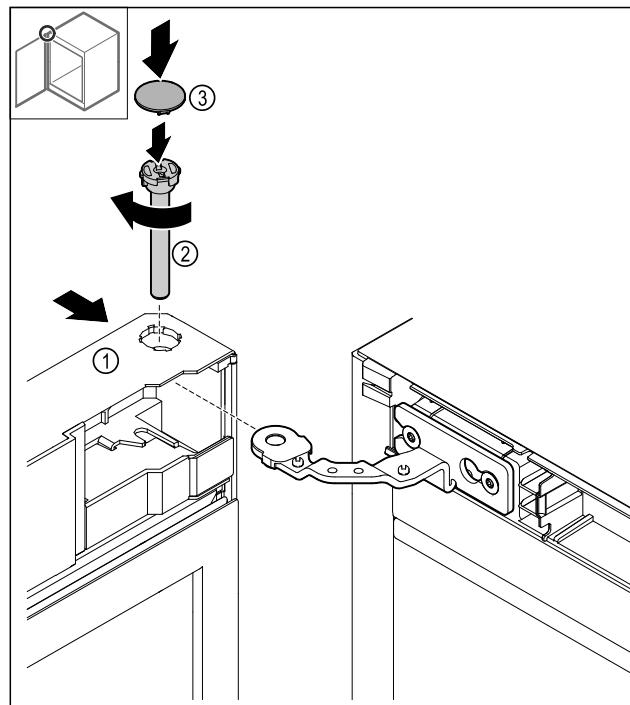

Fig. 51
- Насуньте двері Fig. 51 (1) на шарнір у напрямку згори донизу.
- Вставте палець Fig. 51 (2) і затягніть його за годинниковою стрілкою.
- Установіть кожух Fig. 51 (4).